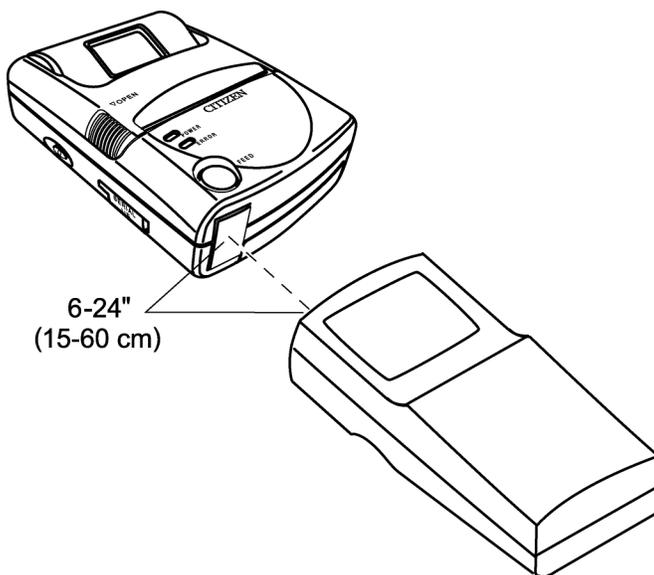

Figura 3. Allineamento della stampante
2. Orientare la stampante e il monitor come illustrato nella Figura 3. La porta a infrarossi della stampante e quella del monitor non devono trovarsi a più di 60 cm (2 piedi) di distanza né essere più vicine di 15 cm (6 pollici).